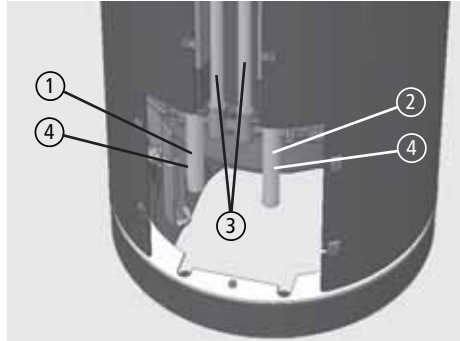

Abb. 3.23 DELTA W/ NOVIA W: Anschlüsse Vorlauf, Rücklauf (mit bereits montierten Doppelnippeln) und TAS
- ① Thermische Ablaufsicherung (TAS) - die Zu- und Ablaufleitungen der TAS an die beiden mittleren Gewindestutzen an der Geräterückseite anschließen, jeweils 1/2" (DN15) AG (siehe Abb. 3.23 auf Seite 31),
- ② Vorlauf und Rücklauf (VL / RL) - die beiden 1/2" x 140 mm Doppelnippel, verzinkt (im Lieferumfang Anschlusssatz), eindichten und in die äußeren Gewindemuffen an der Geräterückseite einschrauben (siehe Abb. 3.23 auf Seite 31),